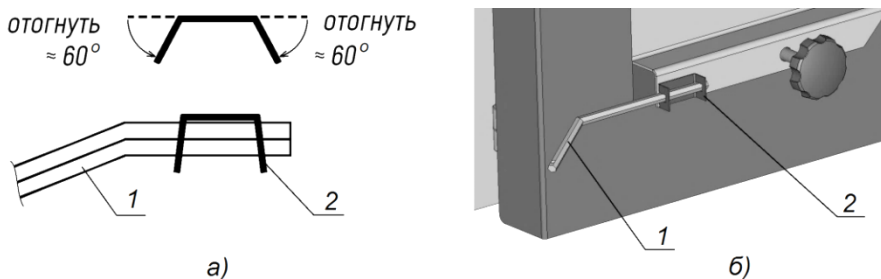

Рисунок 2. Схема гибки пластинки (а) и установка (б) шестигранного стержня:
3.17. По желанию потребителя на котел можно установить регулятор тяги (через фланец поз.11). Для крепления цепи регулятора необходимо установить стержень поз.8. (вставить в монтажную пластинку (см. поз.2 на рис.2) на дверце зольника). Края пластинки аккуратно отогните сначала на угол $\approx 60^\circ$. Затем вставьте стержень. Не отгибайте слишком сильно края пластинки, т.к. фиксация стержня будет зависеть от подпружиненного состояния пластинки. В отсутствие регулятора фланец 11 следует загерметизировать заглушкой G $\frac{3}{4}$ " (см. базовую комплектацию).